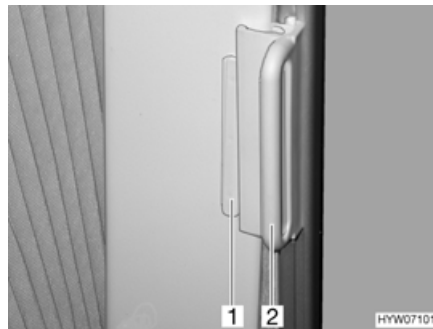

Bild 101 Plisségardin, förarhyttsfönster
**Stänga:** ■ Håll i plisségardinernas handtag (Bild 101,2) och drag försiktigt för dem tills att magnetlåset håller plisségardin stängd.
■ Skjut in handtaget (Bild 101,2) över kanten (Bild 101,1). Plisségardin är säkrad.